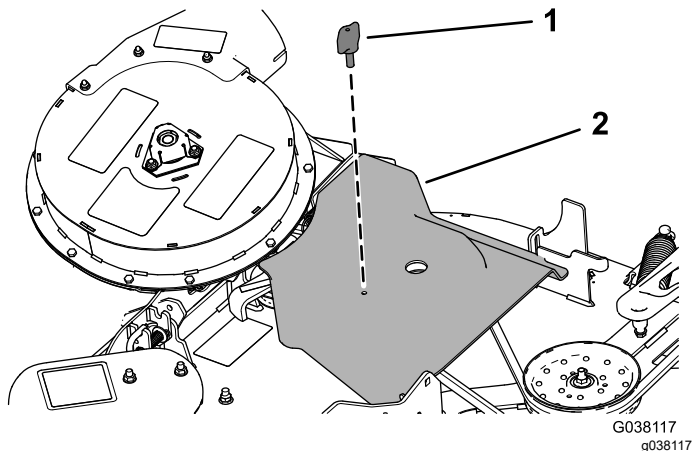

Figura 7
1. Retire el tornillo de mariposa que sujeta la cubierta de la correa (Figura 7).
2. Mueva la cubierta hacia fuera hasta que el borde de la cubierta se libere de los ganchos de las pestañas de la carcasa (Figura 7).